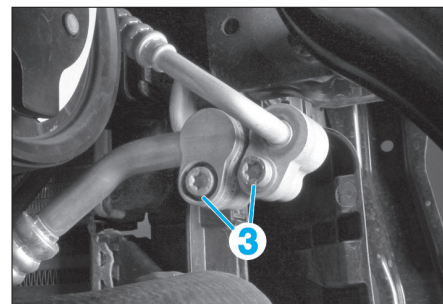

FIG. 88
- les vis (3) des conduites de climatisation (Fig.88).